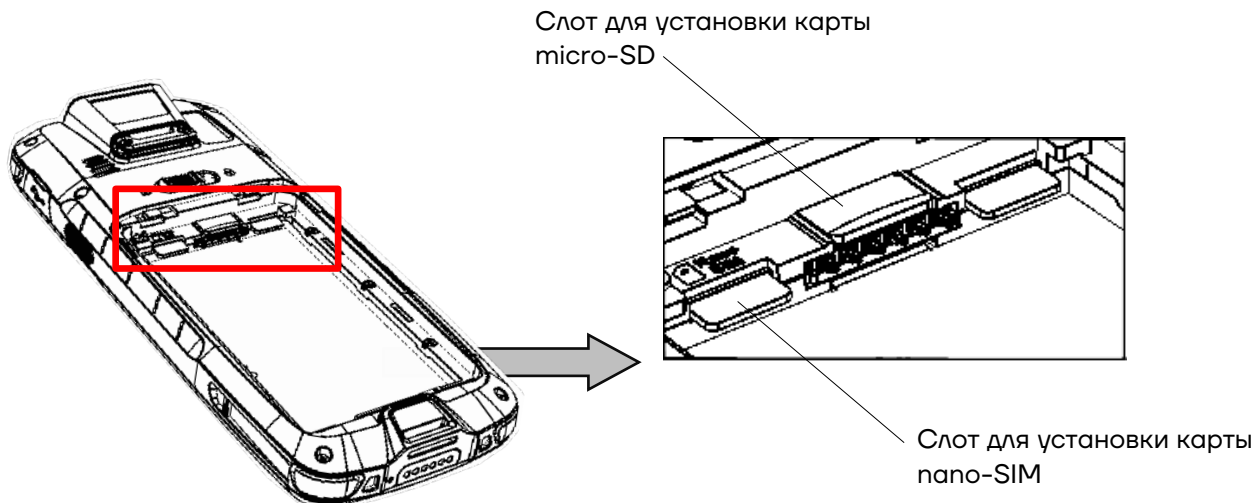

Рисунок 8. Расположение слотов для карт nano-SIM и micro-SD
- 1** Открыть крышку отсека для АКБ и извлечь АКБ – выполнить пункты 1-5 раздела «Замена аккумулятора». Получить доступ к слотам для карт памяти micro-SD и nano-SIM, расположенным на дне отсека для АКБ (см. рисунок 8).